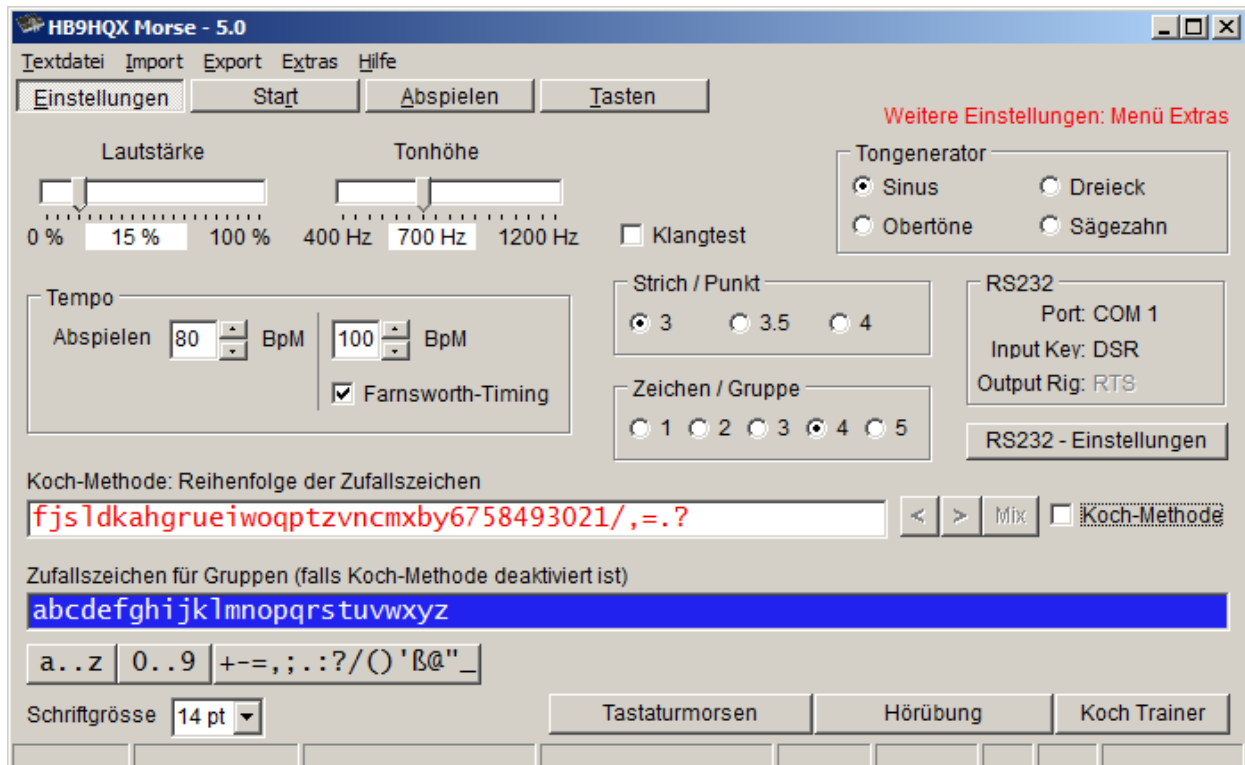

Abb. 14: Startbild des Programms
- Das heruntergeladene Programm ist zu installieren, es sieht entsprechend Abb. 14 aus. Das fertige Kabel ist an Summer und Rechner anzuschließen, das Programm wird wie folgt konfiguriert: